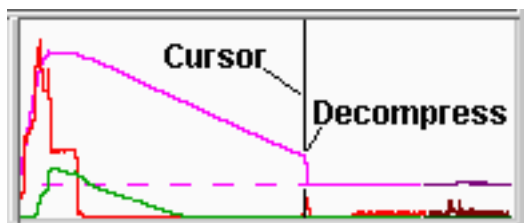

图 9: 采取减压设置的周期图范例
- 查看注塑压力和容量曲线, 并把游标准确放到送退开始点上。如果设置了减压, 曲线看起来类似于图9 。